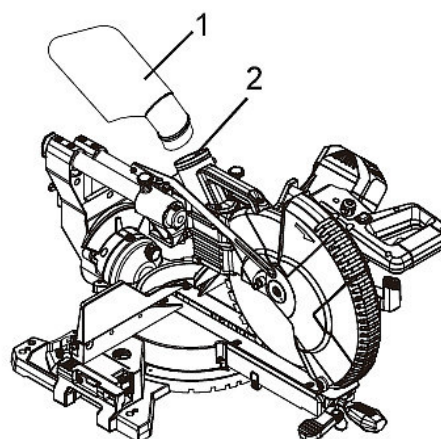

Abb. 8: Anbringen des Staubbeutels
7.3 Anbringen des Staubbeutels (Abb. 8)